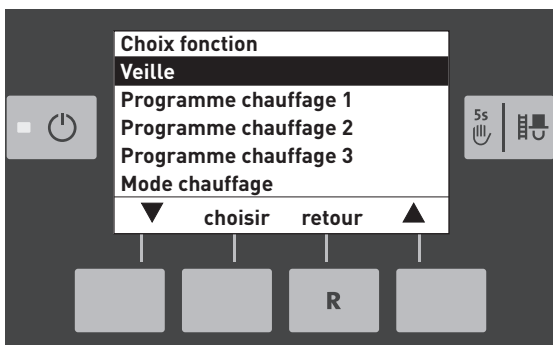

Fig. 24
- ▶ Sélectionner « Veille » – Fig. 24.